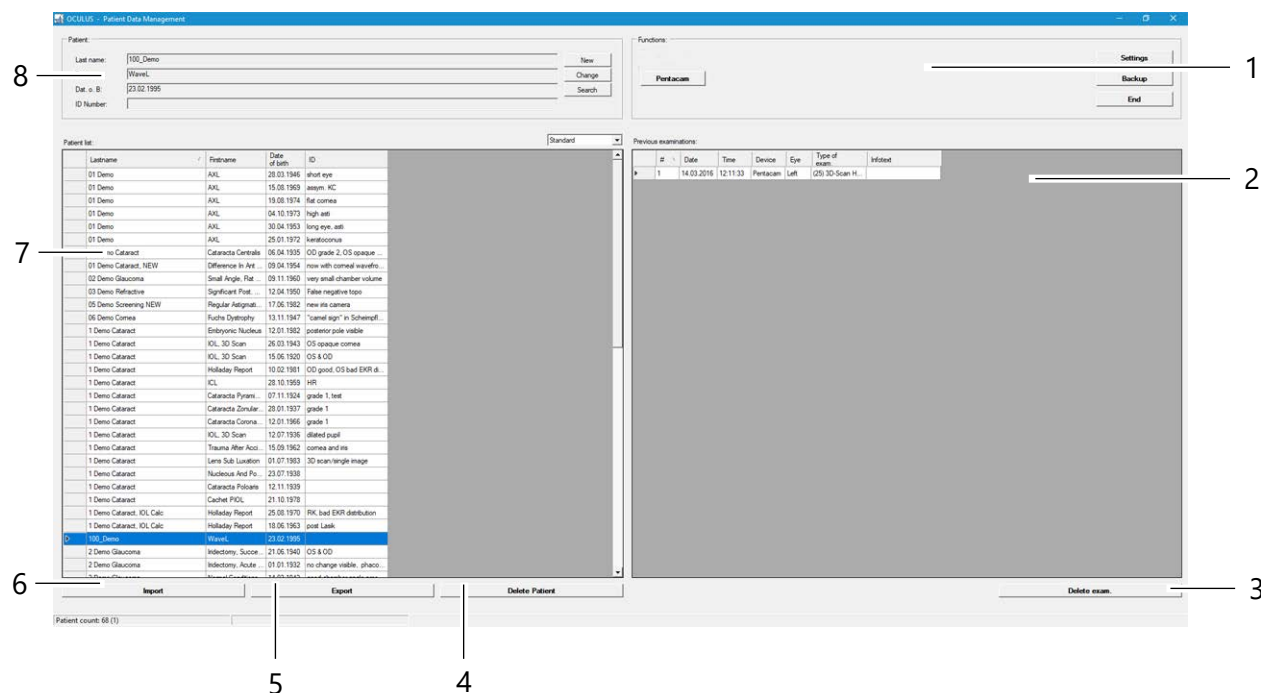

Fig. 8-1: Interface de utilizador da gestão de dados do paciente
- ➔ Após a seleção de um paciente, inicie o programa do Pentacam® clicando no botão [Pentacam] → Fig. 8-1 (página 35).